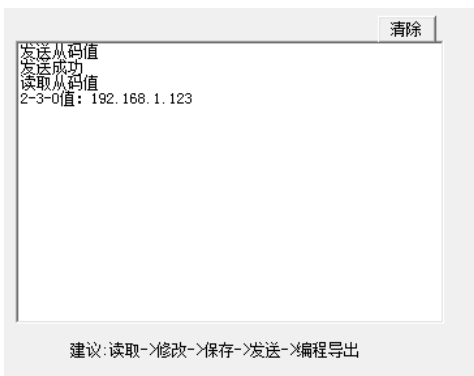

图 1
(1) 在功能码下拉中选中“9-. 网络设置”，再在主码中选中“3 中心 IP 地址”，再选中从码中的“中心 1 IP 地址”，点击修改，如右图所示。
(2) 在编程值中填入“192.168.1.123”，数量为 1（数量为要修改的从码数量，从当前从码开始往下数），点击确定。再点击主界面的“保存”。
(3) 在主界面的“配置”-“范围”中选中“当前从码”，如下图。
(4) 完成上述操作后，点击“发送编程命令”，即可完成编程。此时状态处会显示如图 1。